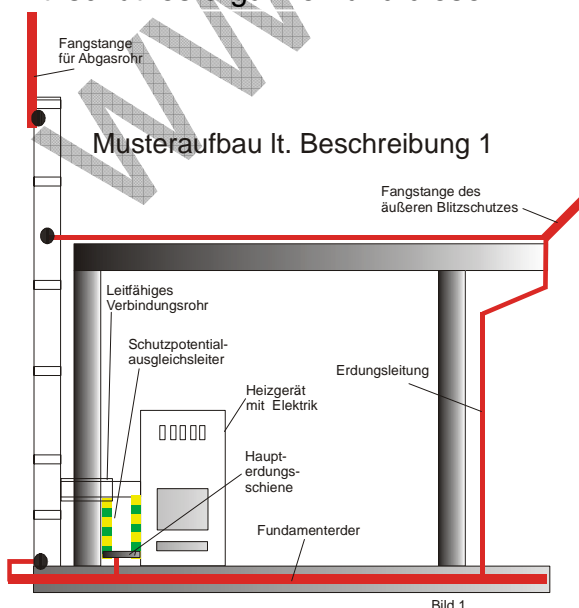

Bild 1
1. ... außen an der Wand eines Gebäudes mit äußerem Blitzschutz hinunter durch die Wand zu einem Kaminofen mit Verbindung z.B. zu einer elektrischen Pelletförderung, zu Sensoren für Temperatur, Wasserdruck o.ä. führt. (Bild 1)